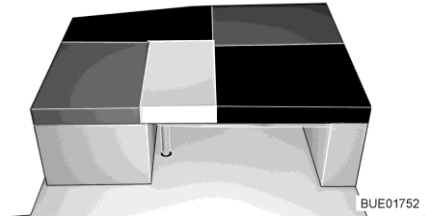

Fig. 158 Después de la transformación
- Colocar el cojín del respaldo del asiento lateral / banco lateral en la mesa (entre el cojín del asiento del asiento lateral / banco lateral y el cojín adicional, véase Fig. 158).